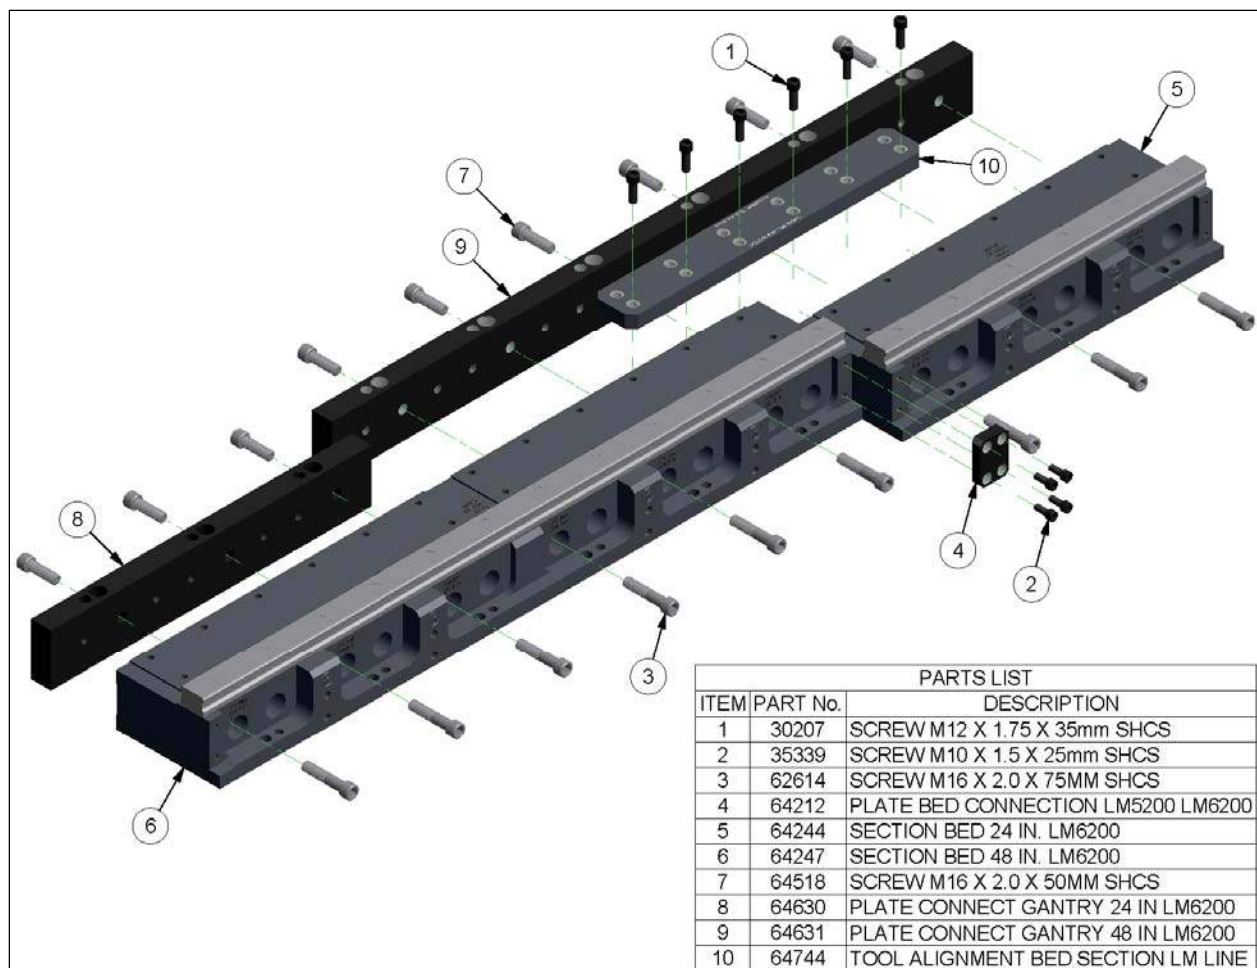

Figura 7
9. Coloque una sección de lecho de 48 pulgadas (1219,2 mm), una sección de lecho de 24 pulgadas (609,6 mm), una placa de conexión de pórtico de 24 pulgadas (609,6 mm) y una placa de conexión de pórtico de 48 pulgadas (1219,2 mm), como se muestra en la Figura 7.
13. Coloque la herramienta de alineación de lecho (Elemento 10) en las secciones mostradas en Figura 7, y apriete los cierres a 65 pies-libra (88,13 Nm).
15. Instale una placa de conexión de lecho (Elemento 4), como se muestra en la Figura 7, y apriete los cierres a 40 pies-libra.